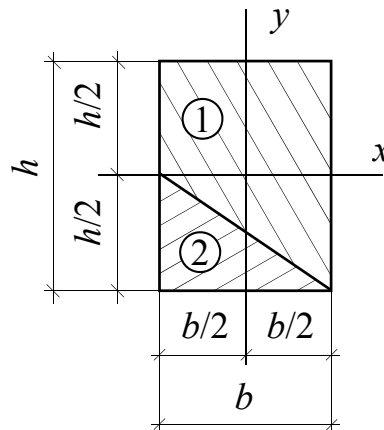

Рис. 1
6. Сравните абсолютные значения статических моментов двух фигур, составляющих прямоугольник, относительно центральных осей  $x$  и  $y$  прямоугольника (рис. 1).